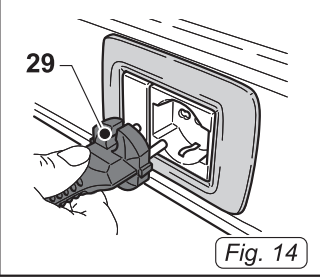

Fig. 14
- Insérer la fiche (29 Fig. 14) dans la prise de courant.